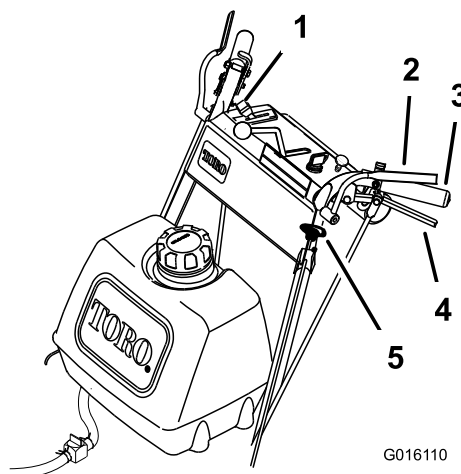

Рисунок 12
1. Чтобы включить ножи, прижмите рычаги контроля присутствия оператора (КПО) к захватам рукоятки (Рисунок 12).
1. Нажмите на ручку управления ножом (РТО), установив ее в выключенное положение (Рисунок 12).
2. Если рычаг управления ножами был включен, отпускание рычагов контроля присутствия оператора (КПО) приведет к останову двигателя и ножей (Рисунок 12).